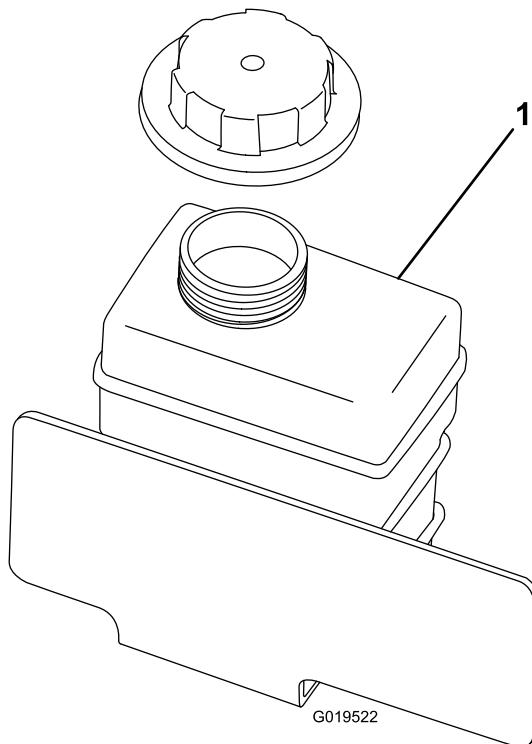

Figura 17
2. Controllate il livello del refrigerante nel serbatoio di riserva (Figura 17). Il refrigerante deve raggiungere l'inizio del collo del bocchettone di riempimento.